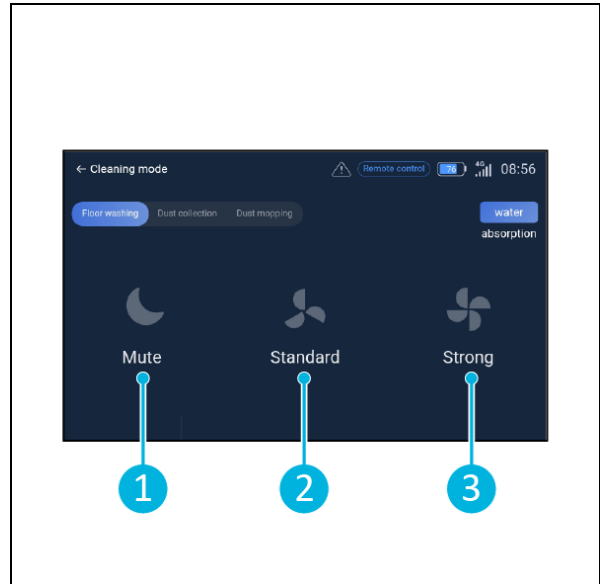

Figura 20
2. Selezionare un'impostazione di pulizia. [Mute] (Figura 20, pos. 1), [Standard] (Figura 20, pos. 2) o [Forte] (Figura 20, pos. 3).